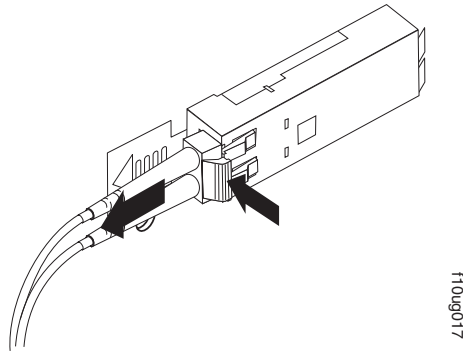

Figura 30. Removendo o Cabo Fibre Channel LC-LC
2. Puxe cuidadosamente o conector para remover o cabo do módulo SFP ou SFP+, como mostrado na Figura 30.